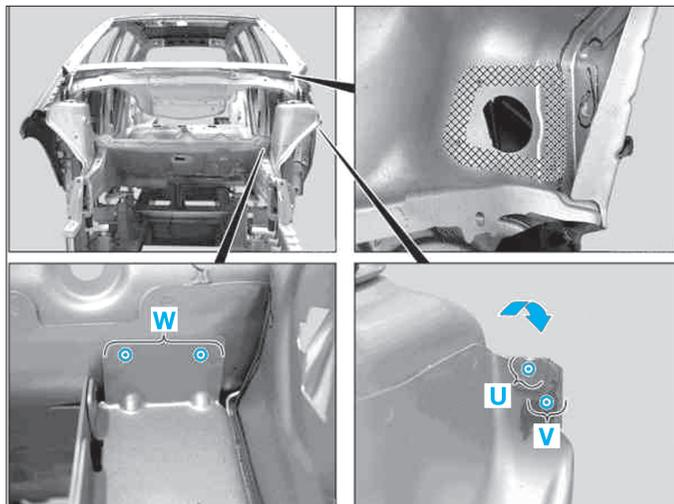

FIG. 13
- Fraiser les points de soudure dans les zones (U), (V), (W) (Fig.13).